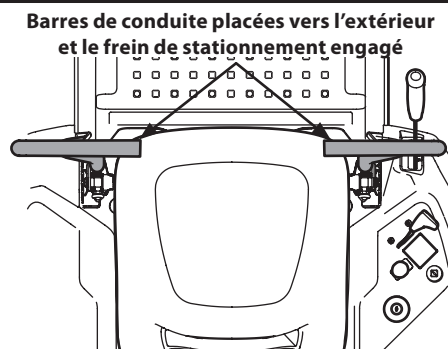

Figure 25
- Asseyez-vous et assurez-vous que les deux barres de conduite sont poussées à fond vers l'extérieur pour engager le frein de stationnement. Voir Figure 25. Veuillez consulter la section Première utilisation pour des instructions détaillées.